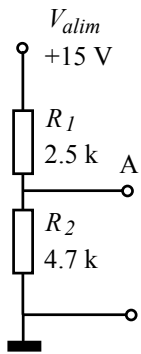

Fig. 1.35.
**P 1.7.** Utilizați teorema Milman pentru calcularea potențialului produs de **divizorul rezistiv**, prezentat în Fig. 1.35, în punctul A.